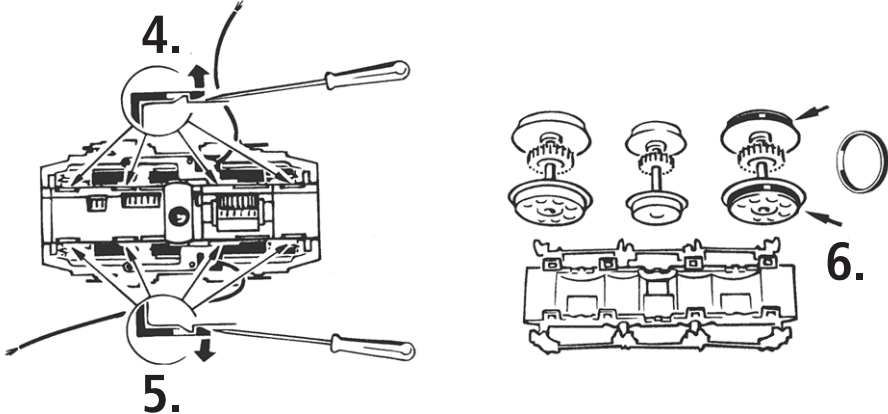
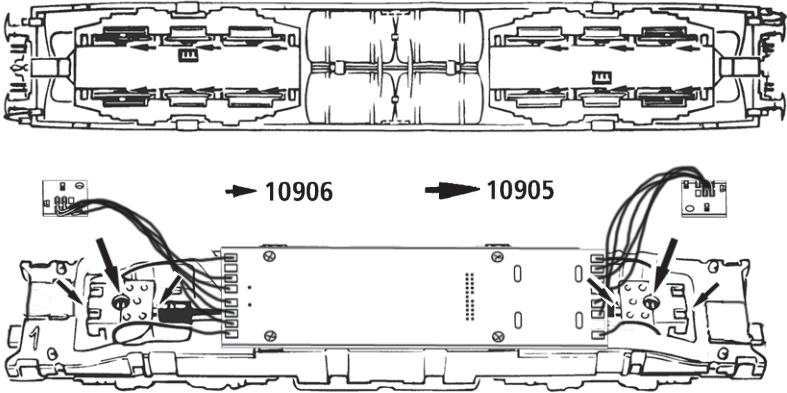
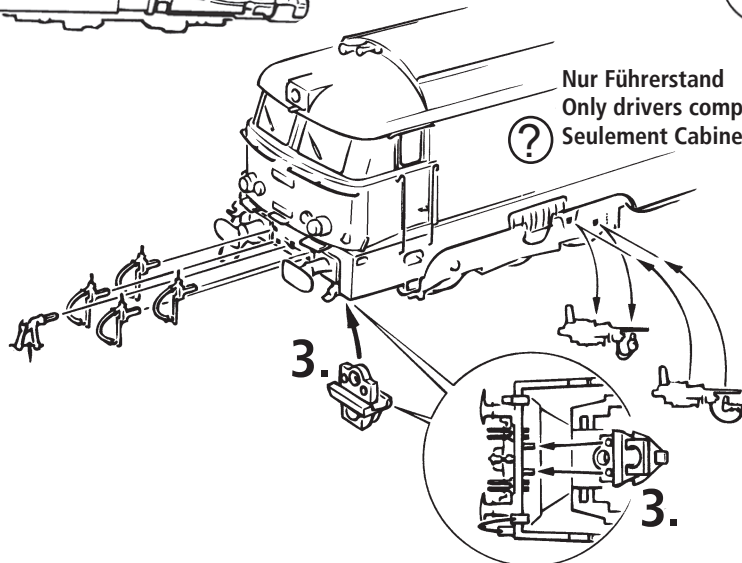

Fig. 8
Fig. 9
Fig. 3
2. Schmierung: Versehen Sie die im Schmierplan in Fig. 8 gekennzeichneten Stellen mit nur **kleinen Öltropfen**. Dazu zuerst das Lokgehäuse abnehmen (Fig. 3). Wir empfehlen den **ROCO Öler Art.-Nr. 10906**. Fürs Schmieren der Getriebeteile (Zahnräder, Schnecke) empfehlen wir das **ROCO-Spezialfett Art.-Nr. 10905**. Im Falle der Schmierung diese Teile **nicht ölen**.
Mehrzugbetrieb: Zuerst Lokgehäuse abnehmen (Fig. 3). Danach den Brückenstecker aus der Schnittstelle entfernen (diesen sorgsam aufbewahren). Danach den Stecker des Dekoders lage-richtig einsetzen (Fig. 4).
4. Motorwechsel: Lokgehäuse abnehmen (Fig. 3). Danach wird der Motor ausgebaut und ausgetauscht (Fig. 9).
2. Lubrication: Apply **tiny oil drops** to spots marked in fig. 8. Prior to lubrication dismantle locomotive (fig. 3). We recommend using item no. **10906, Roco oiler**. For lubrication the gearparts (e.g. cogwheels, worm) we would recommend our Roco **special grease** (item no. **10905**).
4. Motor Changing: First remove loco body (fig. 3), and then the motor (fig. 9).
2. Graissage: N'appliquez **qu'une tout petite goutte** aux endroits indiqués par le plan de graissage (fig. 8) après avoir démonté la caisse de la locomotive (fig. 3). Nous vous recommandons le **graisseur à huile Roco réf. 10906**. Pour graisser les engrenages (roues dentées, vis sans fin) nous vous conseillons la **graisse spéciale Roco réf. 10905** pour engrenages en matières synthétiques. Lorsque vous utilisez cette graisse il faut éviter d'huiler ces composants.
4. Remplacement du moteur: Démontez la caisse (voir fig. 3). Démontez ensuite le moteur (fig. 9).
1. siehe voir } Fig.3